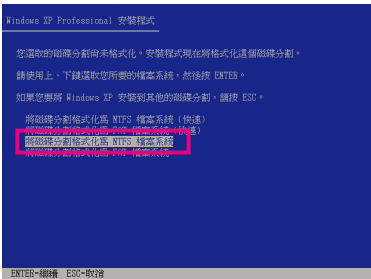

图3
- 3. 以格式化为NTFS文件系统为例，开始进行操作系统安装(图3)。